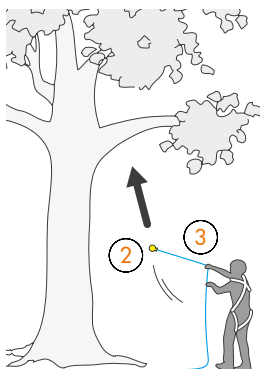

Fig. 1
Per accedere alla pianta bisognerà ricorrere al lancio del "sagolino". Questa tecnica consiste semplicemente nel lanciare un peso (2), collegato ad un cordino leggero, il sagolino, al di sopra di una forcella di diametro sufficiente a fungere da ancoraggio (Fig. 1). Al sagolino verrà poi collegata una corda (11) (Fig. 3) che permetterà all'operatore di accedere alla pianta in due modalità differenti: